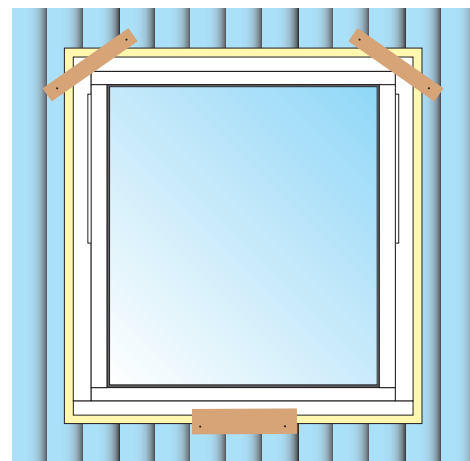

Bild 2
2. Fäst stödklossar i fönsterhålet som stöd för att förhindra att fönstret faller ut (Bild 2).